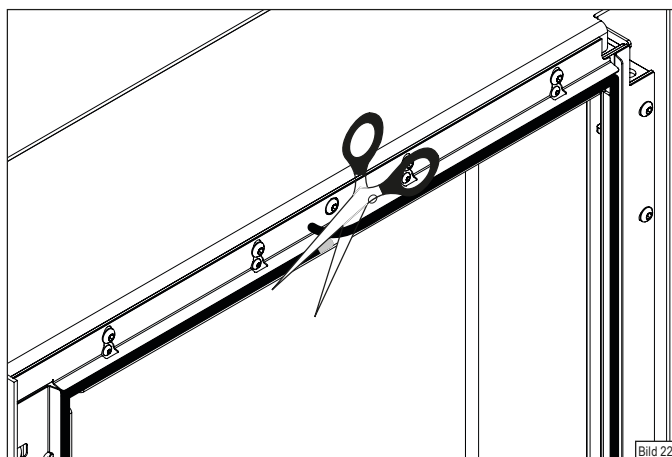
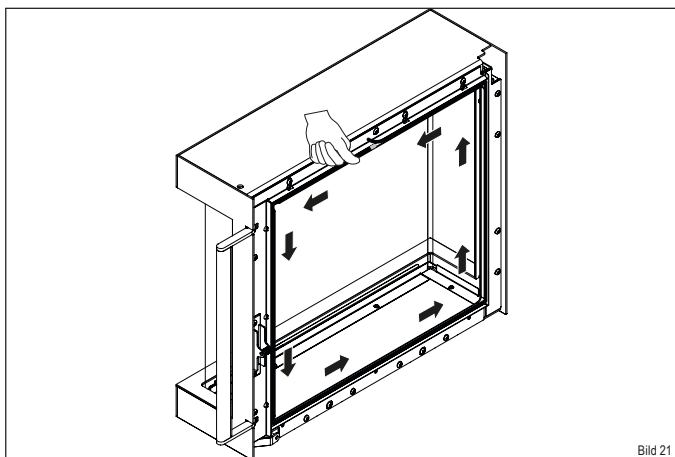

Bild 22
Bild 21
- ▶ Beginnen Sie mit dem Verlegen der Dichtung in der Mitte der Führung, im oberen Bereich der Feuerraumtür. Drücken Sie die Dichtung gleichmäßig in die Führung (Bild 21). Lassen Sie das Ende etwas länger überstehen und schneiden Sie die Dichtung bündig ab (Bild 22).